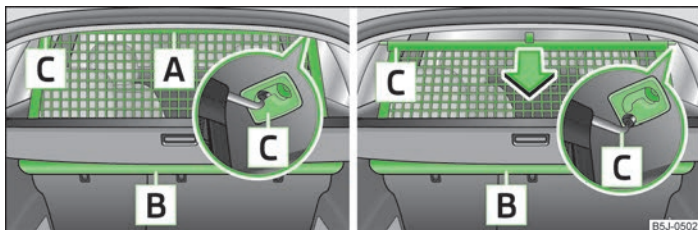
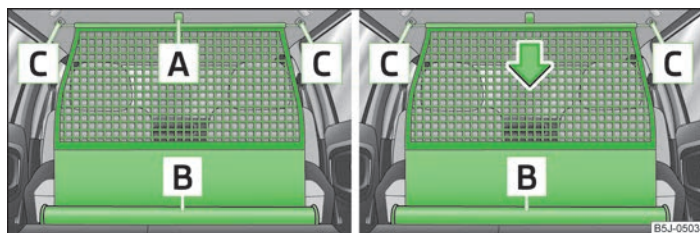

Fig. 53 Retirar/enrollar la red de separación
Fig. 54 Retirar/enrollar la red de separación
- ¡Asegurarse de que la barra transversal está insertada en los alojamientos [C] » fig. 53 de la página 59 o » fig. 54 de la página 60 en la posición delantera!
- Tirar de la red de separación por la lengüeta [A] » fig. 53 y sacarla de la caja [B] en la dirección de las fijaciones [C].
- Tirar de la barra transversal un poco hacia atrás, primero en un lado y seguidamente en el otro lado, y sacarla los alojamientos [C] » fig. 53.
- Tirar de la red de separación por la lengüeta **A** » fig. 54 y sacarla de la caja **B** en la dirección de las fijaciones **C**.
- Tirar de la barra transversal un poco hacia atrás, primero en un lado y seguidamente en el otro lado, y sacarla los alojamientos **C** » fig. 54.